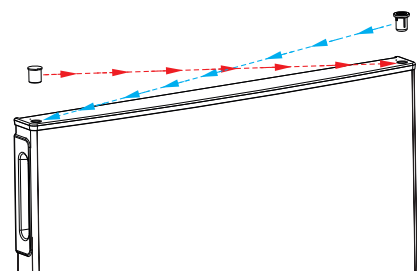

Fig. 14
- ▶ Anbring blindproppen i boringen på højre side (fig. 14).